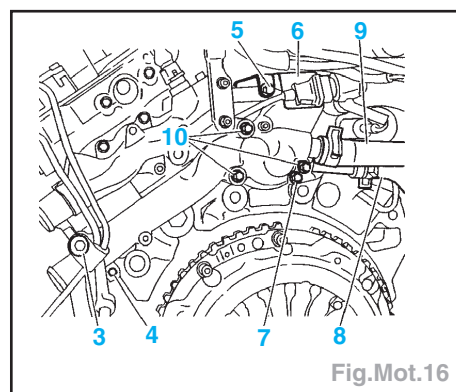

Fig.Mot.16
- Déposer (Fig.Mot.16) :
- Reposer le thermostat et serrer au couple (Fig.Mot.16) :
- vis (4).....0,8 ± 0,1 daN.m